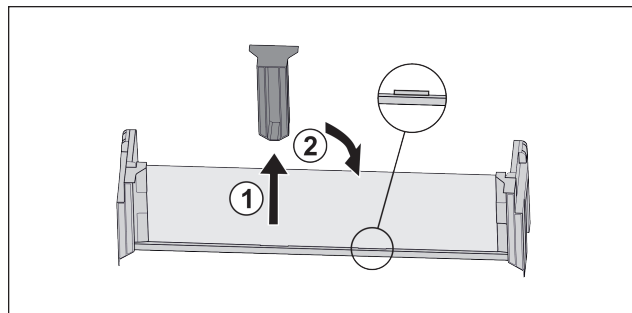

Fig. 110
- ▶ Stáhněte prostřední přídržný díl Fig. 110 (1).
- ▶ Vložte prostřední přídržný díl do druhé polohy Fig. 110 (2).